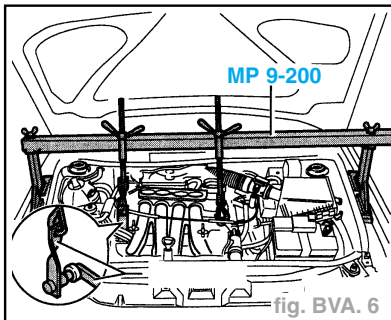

fig. BVA. 6
- Installer le dispositif de retenue MP 9-200 avec les appuis et retenir le moteur avec les broches de celui-ci. (fig. BVA. 6)